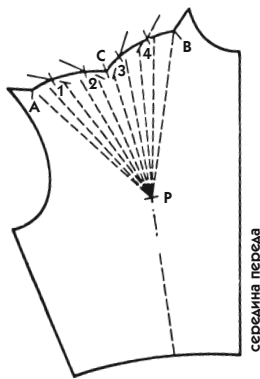

Рис. 484
6. Положите лекало на другой лист бумаги. Равномерно раздвиньте полоски, сколите их и проведите через их верхние концы линию среза переда (рис. 484).
• Точку С соедините с засечками А и В линией, проходящей через середины верхних срезов всех полосок (рис. 484).